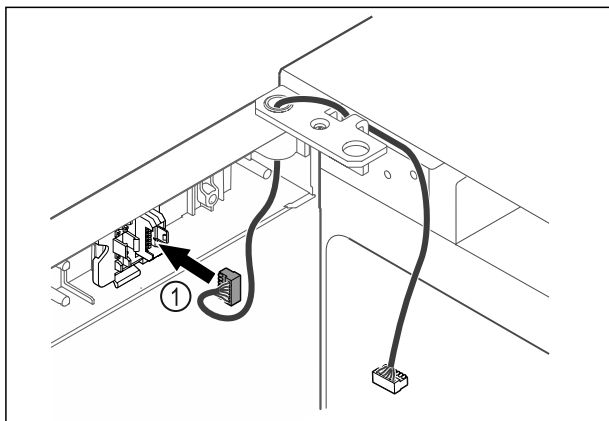

Fig. 43
- ▶ Zasuňte zástrčku Fig. 43 (1) do držiaka zástrčky.